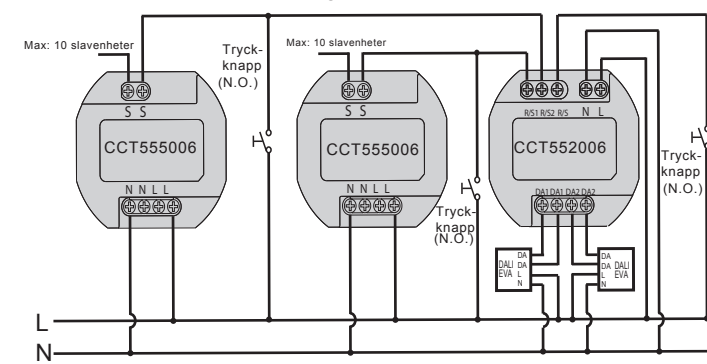
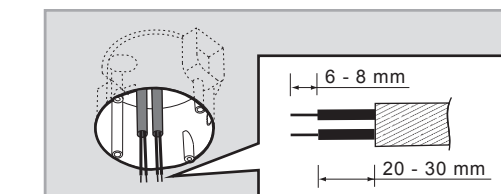
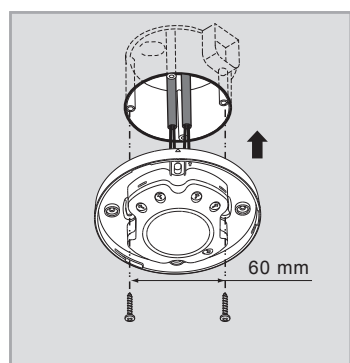

FIG. 5
FIG. 7
FIG. 8
3.3.1.1 Normal drift (se fig. 5)
- 3.4.1.2 Dra ut växelströmskabeln från den standardiserade kopplingsdosan (se fig. 7), och strippa 6 - 8 mm av kabelmanteln (se fig. 5).
- 3.4.1.3 Utför kabeldragnig enligt fig. 8 och fixera strömförsörjningslådan på den standardiserade kopplingsdosan med 2 skruvar (se fig. 8).
- 3.4.2.3 Utför kabeldragningen enligt fig. 5 och skruva sedan fast kåpan till strömförsörjningslådan ordentligt.
- 3.4.3.4 Se kabeldragningsschemat för korrekt kabelanslutning (se fig. 5). När du sätter fästplattan i kopplingsdosa, passa in kopplingsdosans utstickande del i det fyrkantiga hålet i fästplattan (se fig. 8). Fixera sedan detektorhuvudet på strömförsörjningslådan enligt figur 13 och fixera med de 4 bifogade skruvarna.